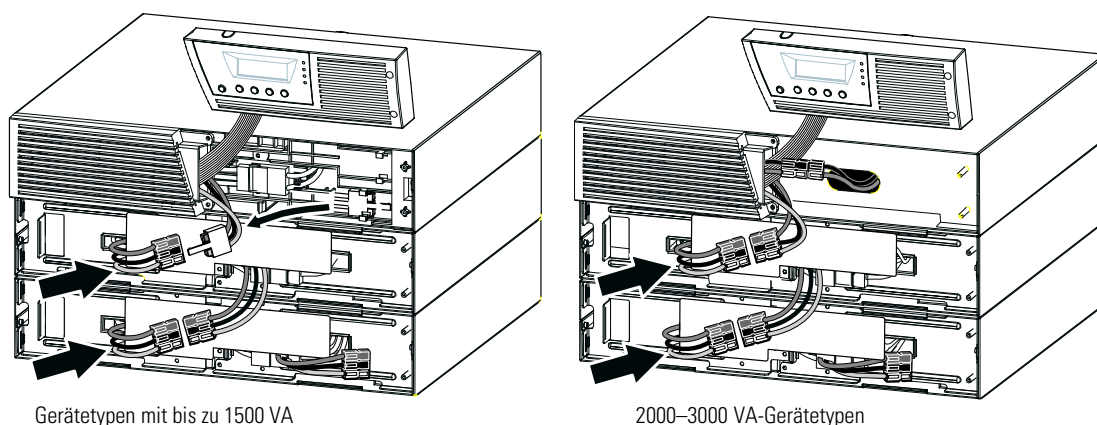

Abbildung 13. Typische Installation EBM
- Stecken Sie die bzw. das EBM Kabel in den bzw. die USV Batterieanschlüsse, wie in Abbildung 13 gezeigt wird. Bis zu vier EBMs können an die USV angeschlossen werden.